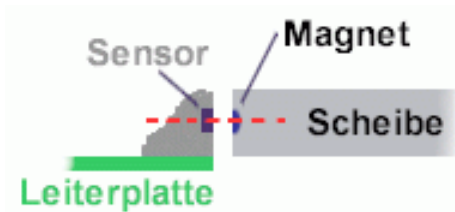

Abbildung 3 Korrekte Ausrichtung von Magnetring und Sensor.
- Dabei darauf achten, dass sich die Magnete in dem Magnetring auf Höhe des Sensors befindet, siehe Abbildung 3 auf der nächsten Seite.